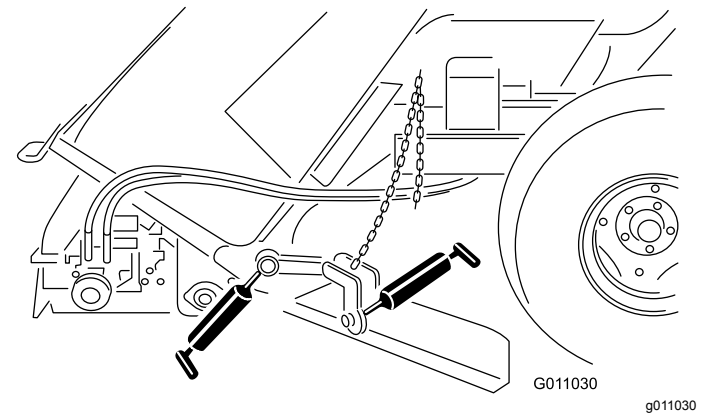

Bild 38
- Windrow-Messerbefestigung (Bild 38)
- Windrow-Messernabe (Bild 38)